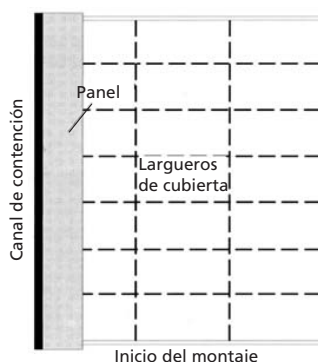

Fig. 5
2. Montar el primer panel teniendo cuidado de controlar su perpendicular respecto a las vigas o largueros subyacentes. (fig 5).